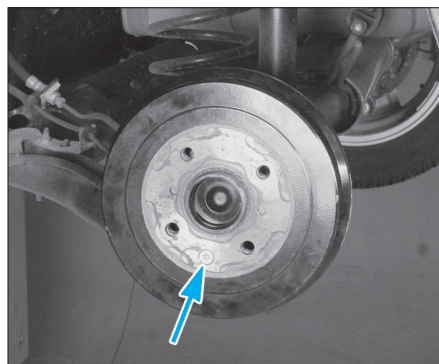

FIG. 6
- Déposer le tambour à l'aide d'une clé Torx T30 (fig. 6).